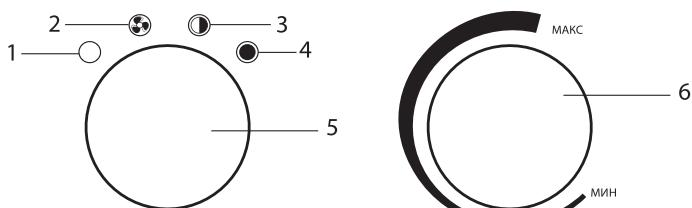

Рис. 2. Панель управления
Для включения прибора в режиме вентиляции (без нагрева) переведите ручку переключателя (5) в положение «○», (см. рис. 2), при этом начинает работать вентилятор. Чтобы отключить режим вентиляции и выключить прибор, переведите ручку переключателя (5) в положение «○».